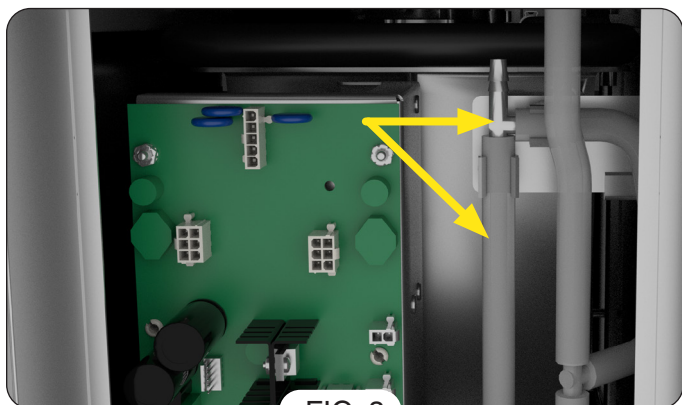

FIG. 3
1. Revise el nivel de agua en el indicador de nivel horizontal. Una vez que el agua se estabiliza (nivel) en la conexión "T" del indicador de nivel horizontal, es posible que gotee más agua por el tubo de desbordamiento hacia la bandeja de goteo. El interruptor del compresor puede estar ON (encendido) (Fig. 3).